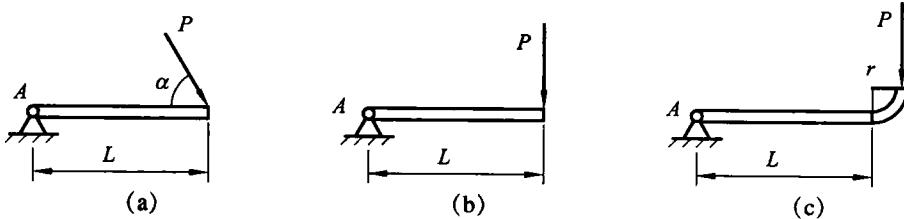

图 2.13
9. 试计算图 2.13 中，力 *P* 对点 *A* 的矩。